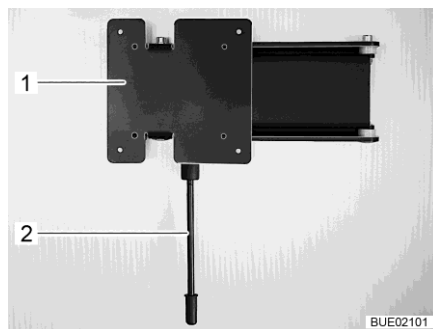

Bild 68 Vägghållare
- Positionera:** ■ Dra låsspaken (Bild 68,1) nedåt och sväng fästet (Bild 68,2) med den platta bildskärmen till önskat läge.